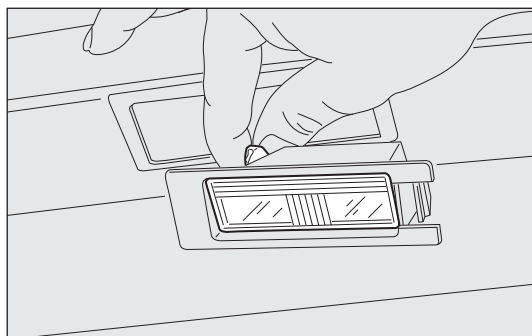

fig. 174
- ☐ remplacer l'ampoule fig. 174 en la dégagant des contacts latéraux et en s'assurant que la nouvelle ampoule soit correctement bloquée entre les contacts même ;